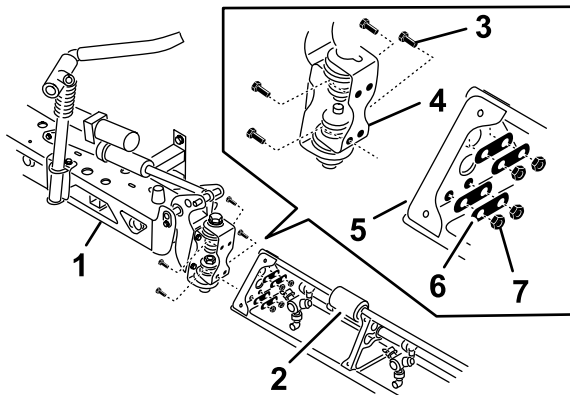

Figura 30
2. Rode cada suporte articulado no final da secção da rampa central de forma a que os suportes alinhem verticalmente (Figura 30).
4. Monte a placa da articulação na placa triangular com quatro parafusos de cabeça flangeada, quatro placas posteriores e quatro porcas de bloqueio flangeadas que removeu no passo 1, como se mostra na Figura 30.
6. Alinhe a extremidade da barra do cilindro de elevação da rampa com os furos na buzina do suporte articulado (Figura 30).
7. Prenda a extremidade da barra ao suporte articulado com um passador de forquilha e perno de gancho (Figura 30).